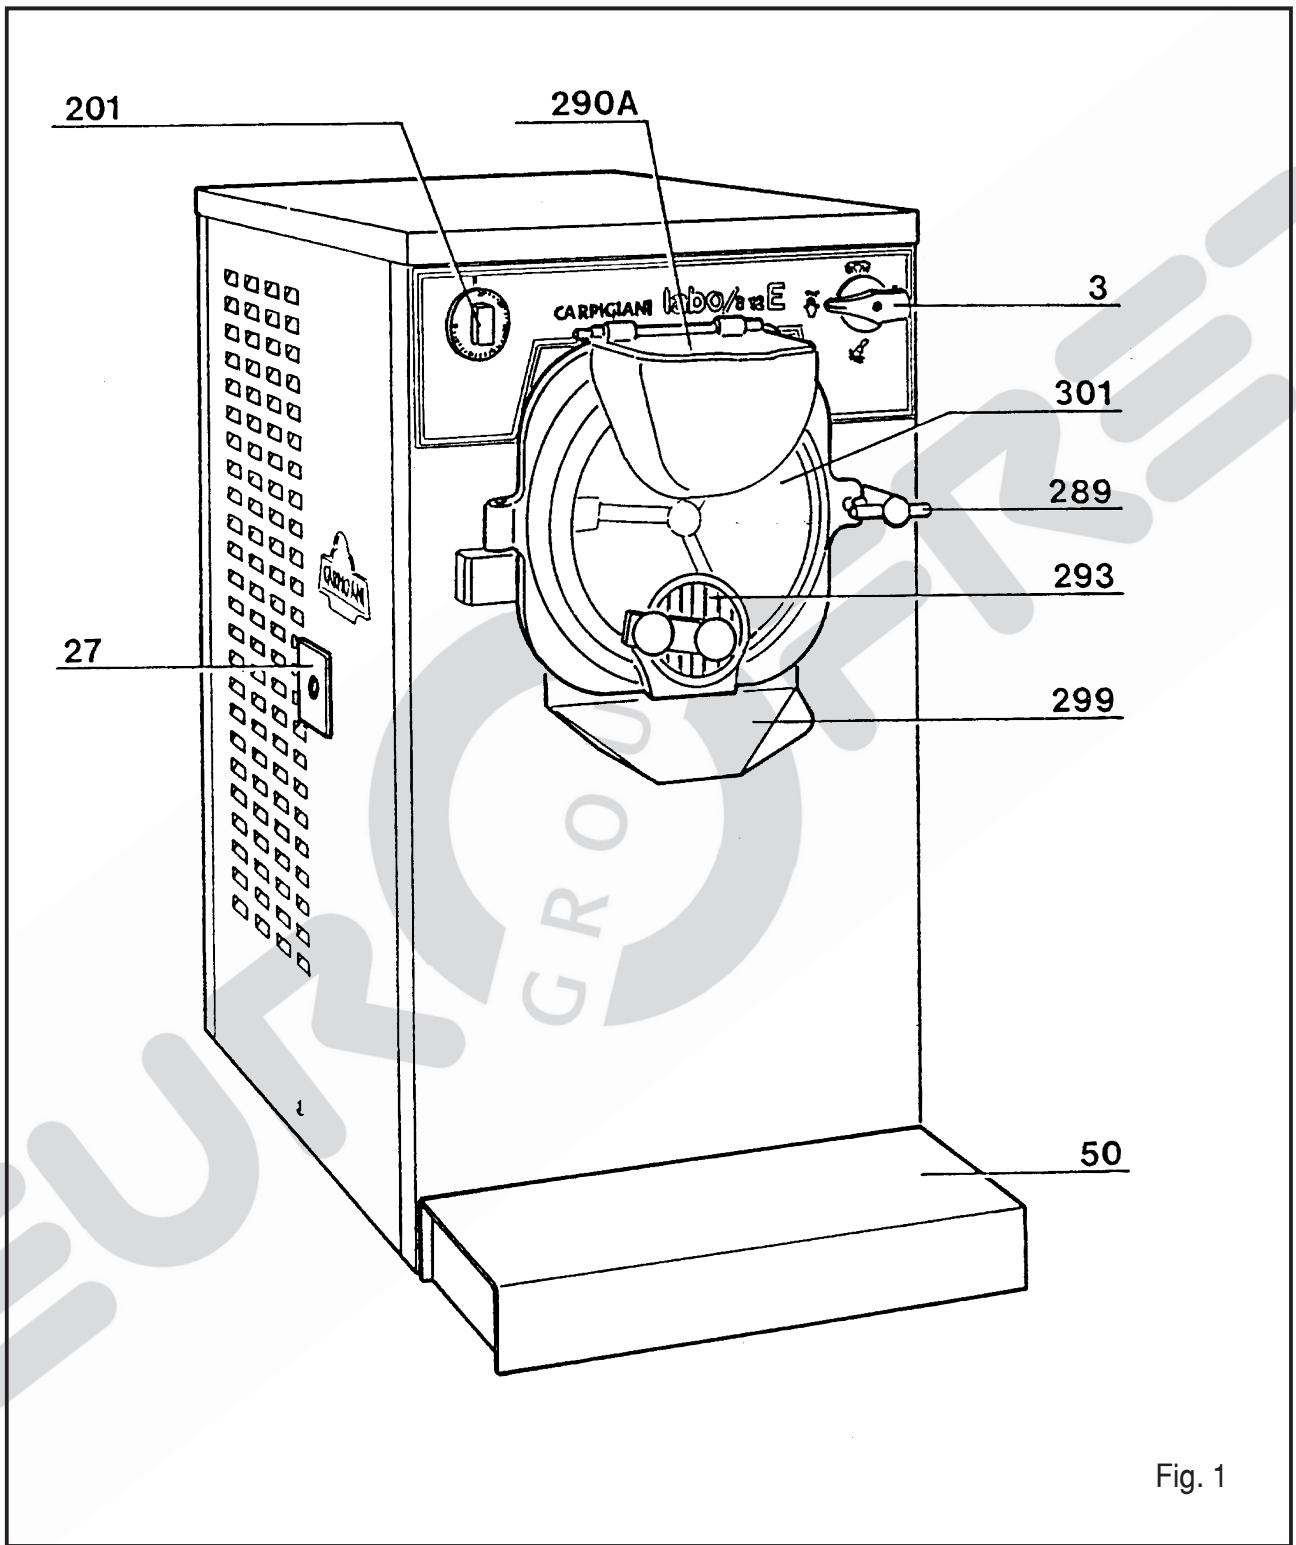
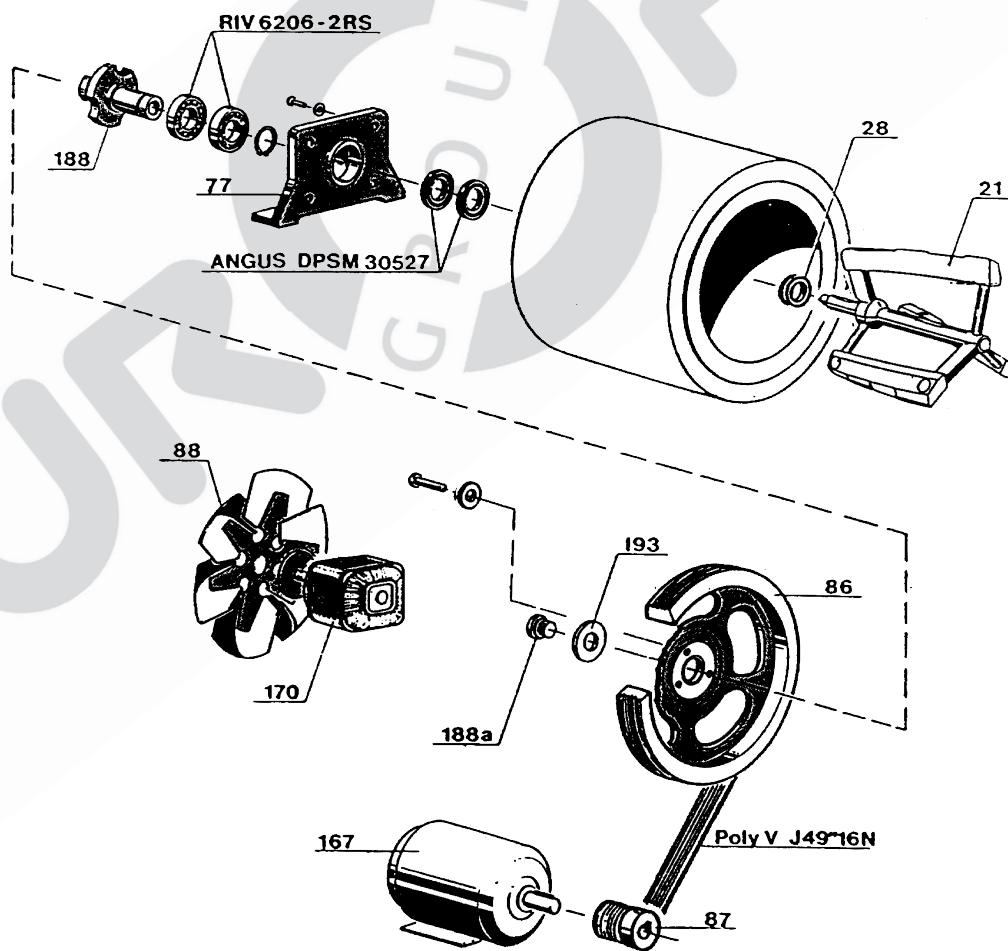

Fig. 1
Fig. 5
MANDOS A DISPOSICIÓN DEL OPERADOR (pos. 3 fig. 1)
Puertecilla descarga helado (pos. 293 fig. 1)
Verter la mezcla en el cilindro levantando la tapa abertura puerta pos. 290 A (fig.1).
Durante el funcionamiento de la máquina tener siempre la tapa pos. 290A (fig. 1) cerrada y evitar que polvo u otras impurezas entren en la mezcla.
Poner el conmutador pos. 3 (fig.1) en la posición "PRODUCCIÓN", luego regular el temporizador 201 (fig. 1) girando el apropiado botón esférico sobre la escala graduada en minutos sobre el tiempo deseado.
Abrir la puertecilla descarga helado pos. 293 (fig. 1) y, después de algunos segundos, girar el conmutador pos. 3 (fig. 1) en la posición "EXTRACCIÓN".
Extraer la gaveta de recolección pos. 27 (fig. 1). Si contiene residuos de producto, significa que el prensaestopa pos. 28 (fig. 5) pierde. Substituirlo con el de repuesto.